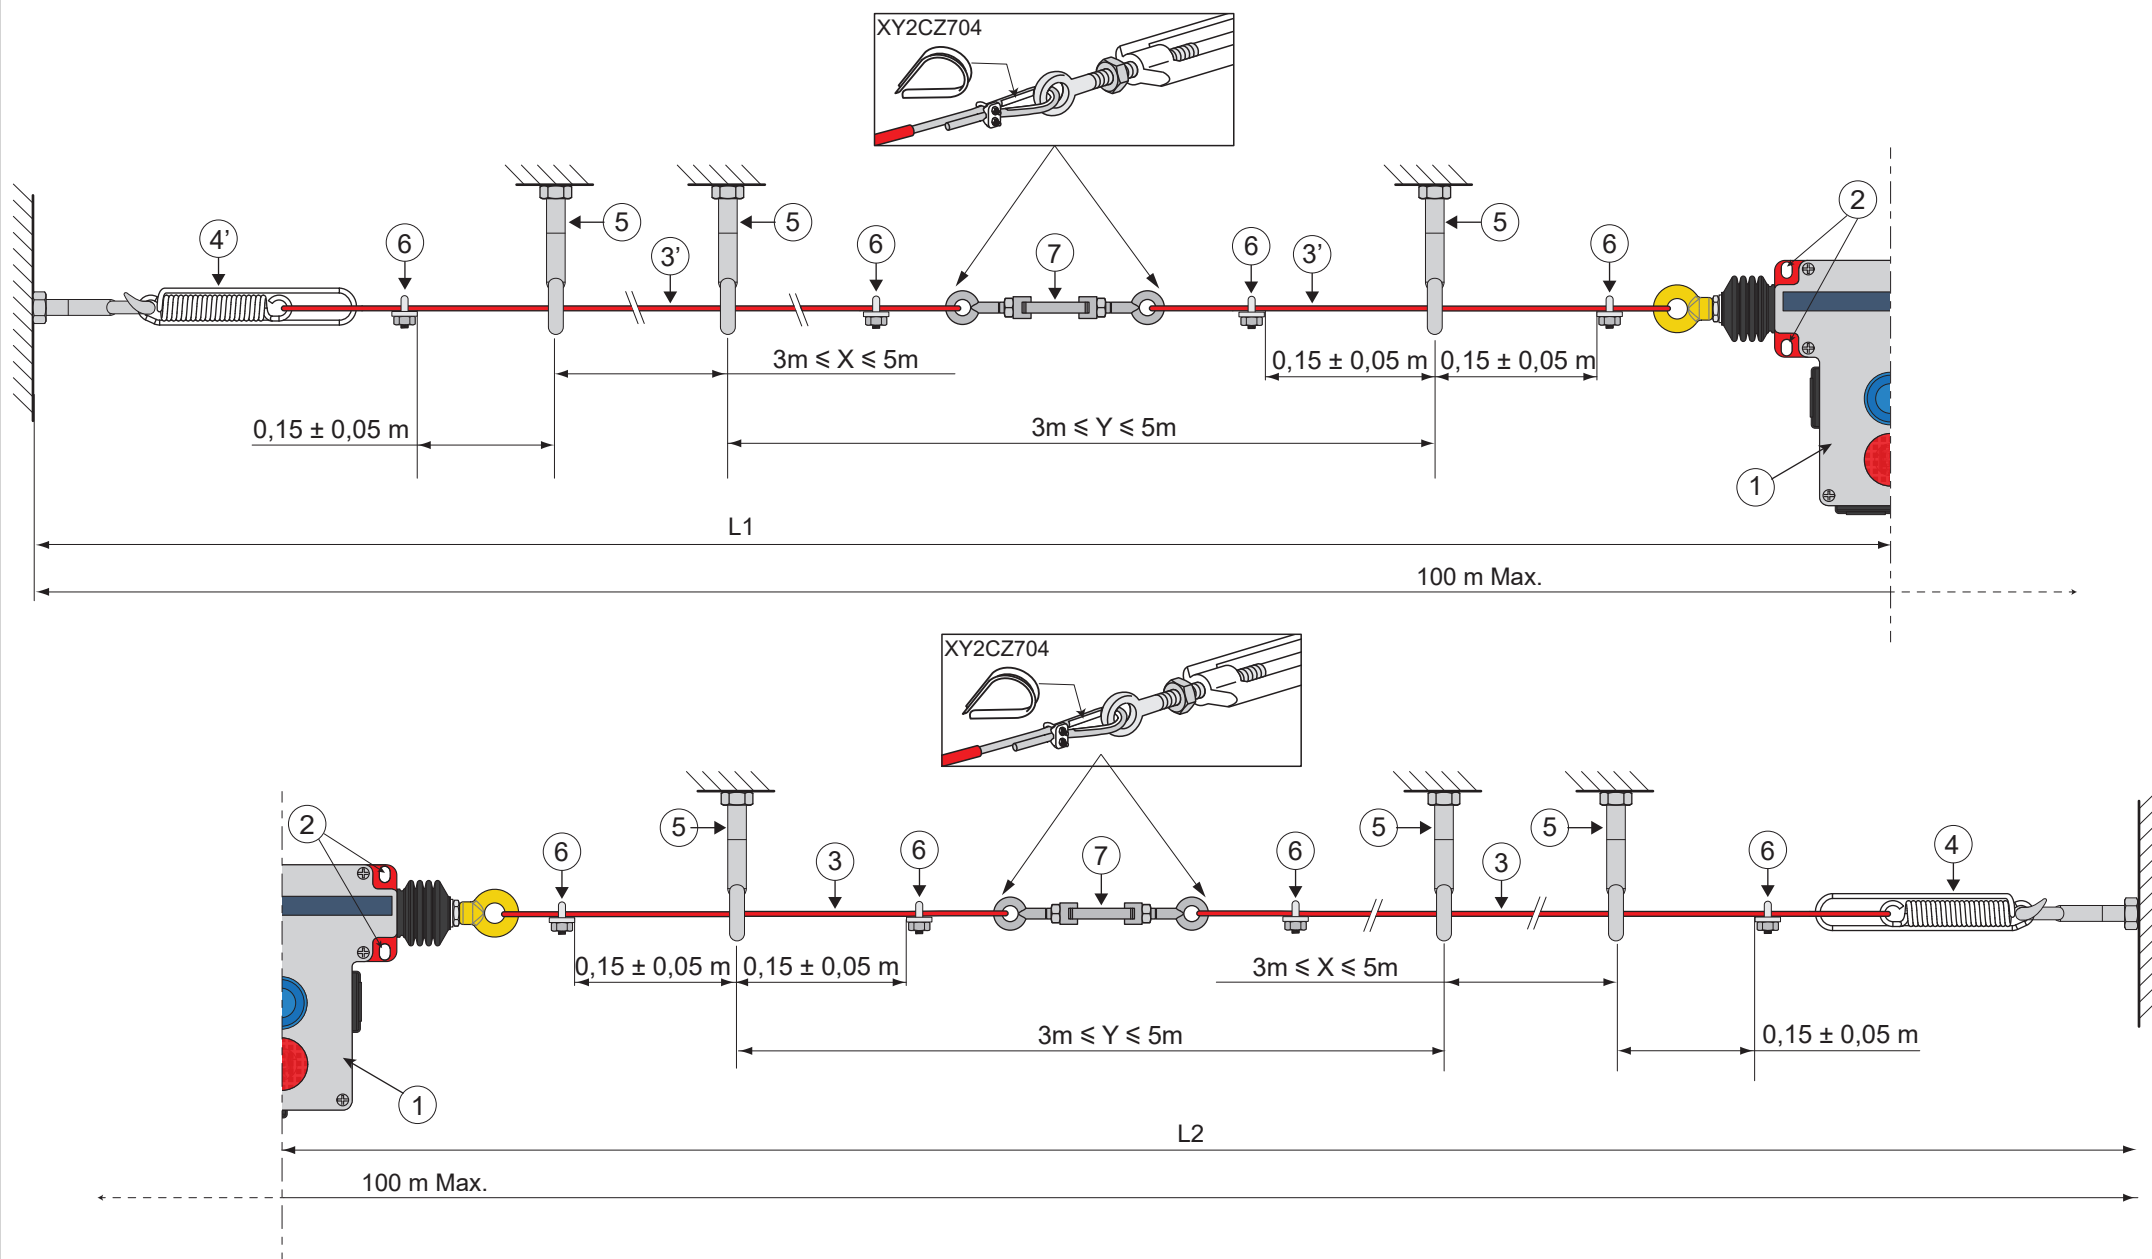

Fig.4
1. Fixer solidement l'appareil ① sur un support rigide par l'intermédiaire de 4 vis M6 en acier à tête cylindrique à travers les trous ② (couple de serrage = 4±0,5 N.m).
2. Fixer solidement les guides-câble ⑤ sur des éléments rigides en respectant l'écartement spécifié.
3. Accrocher les ressorts d'extrémité ④ et ④ sur un élément rigide.
4. Oter le couvercle de l'appareil ① en dévissant les 6 vis ③ (fig.4)